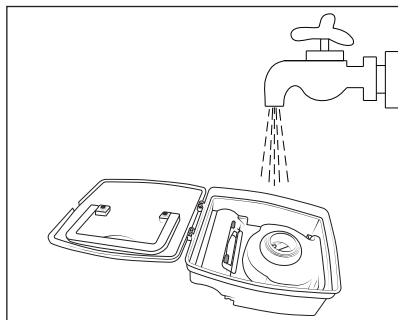

Fig. 10
- 5) Nettoyez le bac à poussière **12** à l'eau chaude ou tiède (voir fig. 10). Laissez le bac à poussière **12** sécher entièrement à l'air avant de l'insérer à nouveau dans l'appareil.